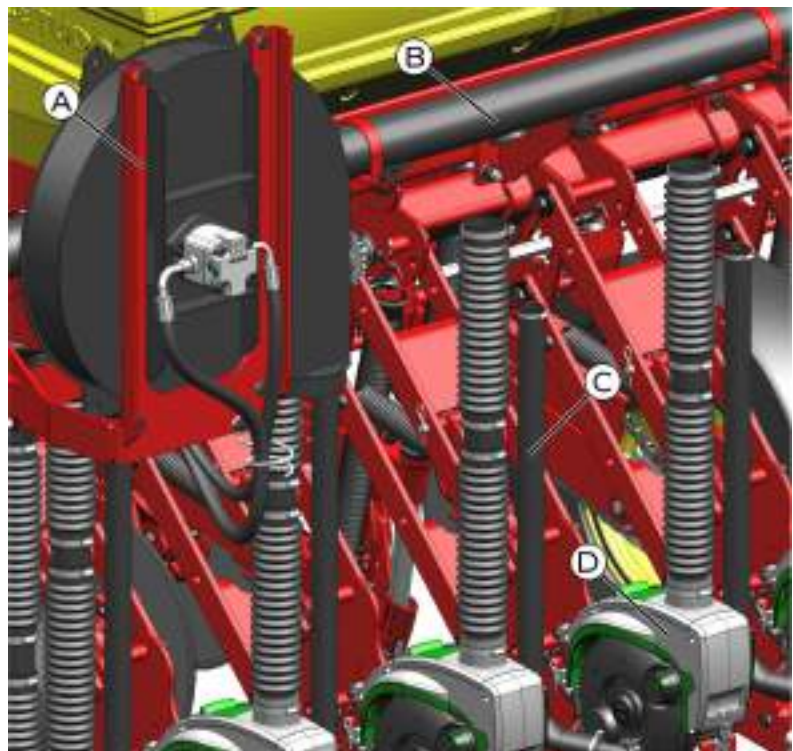

fig. 84
O sistema (*fig. 84*) é composto por uma turbina (A) que gera o vácuo necessário que é distribuído através do tubo coletor (B) e das mangueiras do vácuo (C) até os dosadores (D).